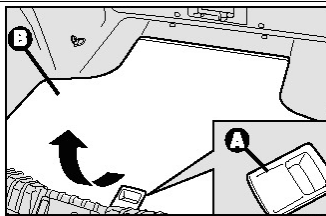
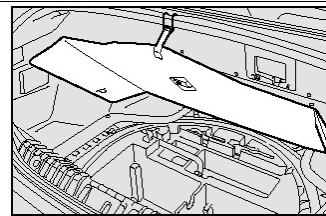

рис.2
рис.3
- Ручкой **A** – **рис.2**, приподнимите формовочную панель обивки **B** и пристегните ее как показано на **рис. 3**;